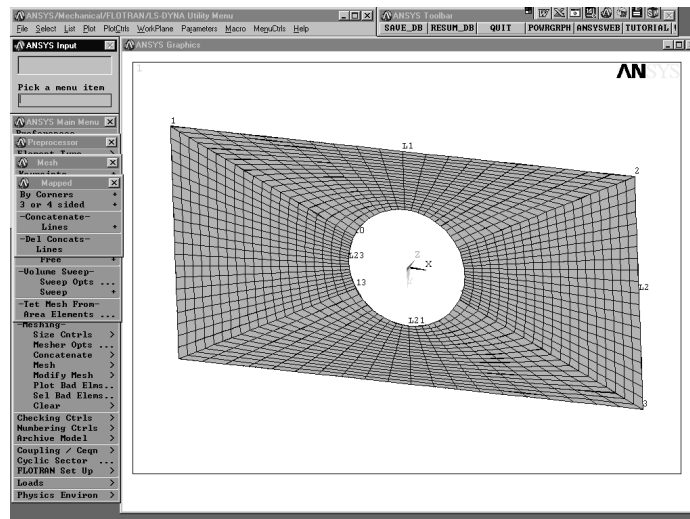

Рис. 6.4. Упорядоченная сетка конечных элементов
7) Сгенерировать упорядоченную сетку конечных элементов **PrPr** → **Mesh** → **Areas Mapped** → **3 or 4 sided** → **Pick All** (см. рис. 6.4).